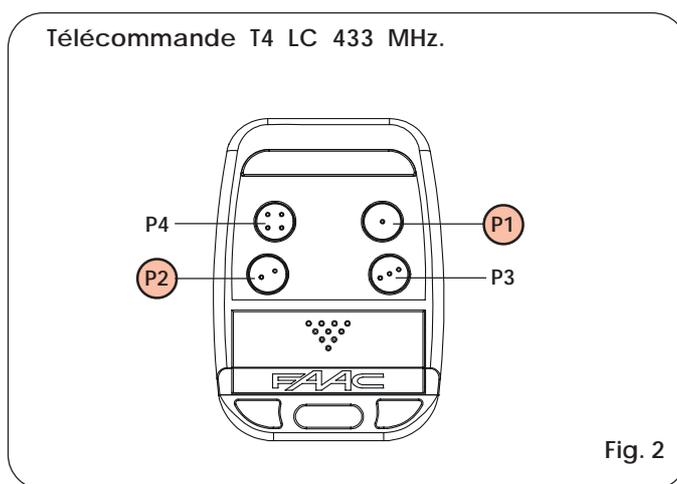

Fig. 2
- 1) Appuyer sur les boutons-poussoirs P1 et P2 de la télécommande et les maintenir enfoncés (Fig. 2).